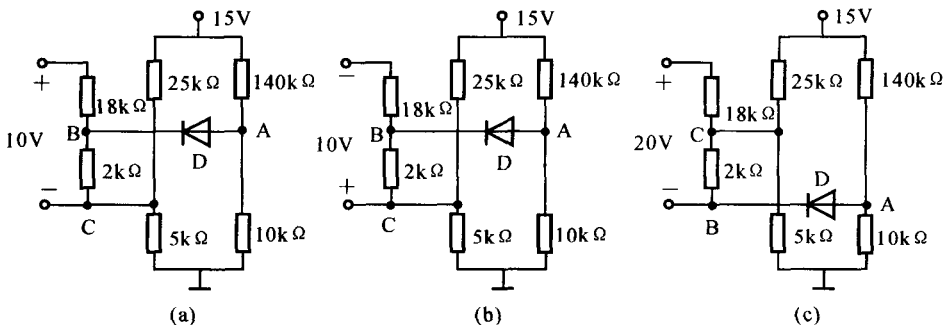

图 1.3.4
1.3.4 试判断图 1.3.4 中二极管处于导通状态还是截止状态,为什么?